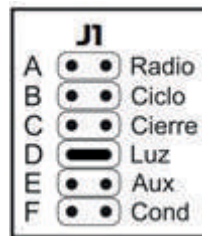

fig. 3
3. Coloque luego el jumper **J1** en la posición **D** (LUZ) en la central Fig. 3 y presione el botón de programación **CHI**, el número de veces correspondiente al tiempo deseado, cada vez que apriete el botón es igual a 1 minuto(máximo 255 minutos).